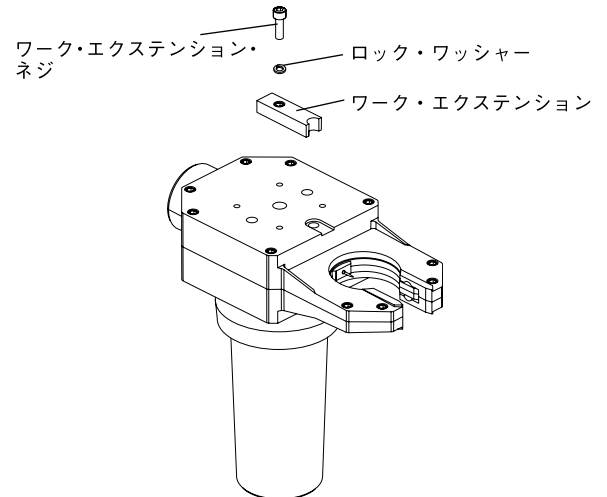

図 27：ワーク・エクステンションを取り外す
3. ワーク・エクステンション・ネジ、ロック・ワッシャー、ワーク・エクステンションを取り外します。ワーク・エクステンションにピット、磨耗、損傷が生じていないか検査します。図 27 をご参照ください。